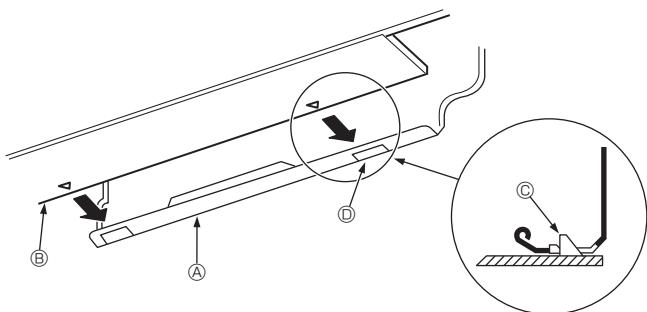

Fig. 3-15
3. Enquanto introduz a tubagem do refrigerante e a mangueira de drenagem no furo da parede (bucha), pendure a parte superior da unidade interior na placa de montagem ①.
5. Fixe empurrando a parte inferior da unidade interior para dentro da placa de montagem ①. (Fig. 3-15)
* Verifique se os botões da parte inferior da unidade interior estão bem presos à placa de montagem ①.